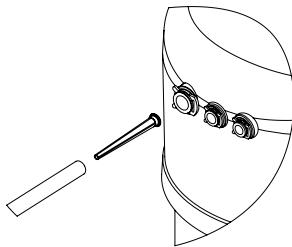

Рис. 6. Установка щелевой вставки
- Установите щелевую вставку в трубку 3/8" (9,5 мм) как указано на рис. 6 и подсоедините данный конец трубы к водоочистителю.
- Отсоедините трубку JG от водоочистителя. Извлеките щелевую вставку из трубы (см. рис. 6 на с. 9).